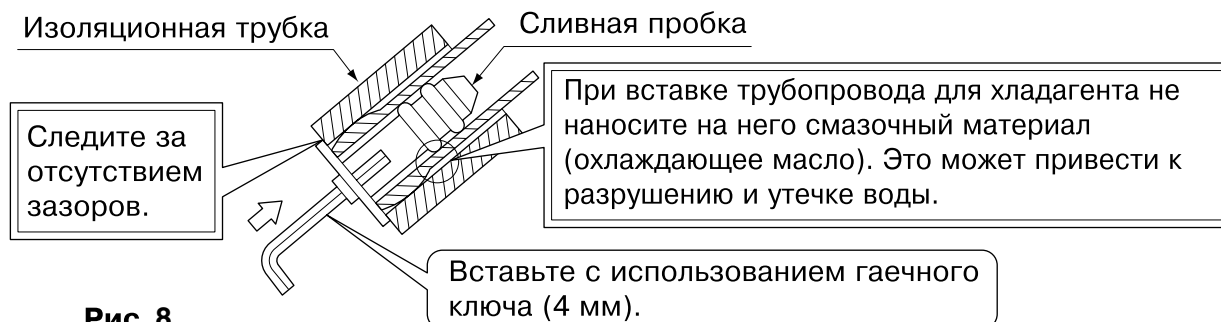

Рис. 8
- Снимите сливную пробку, изоляционные трубки и дренажный шланг с дренажного поддона и переместите их. **(См. рис. 8)**
- Заблаговременно подсоедините локальный трубопровод хладагента таким образом, чтобы он совпадал с отметками жидкостной трубы и газовой трубы, высеченными на установочную панель (1).